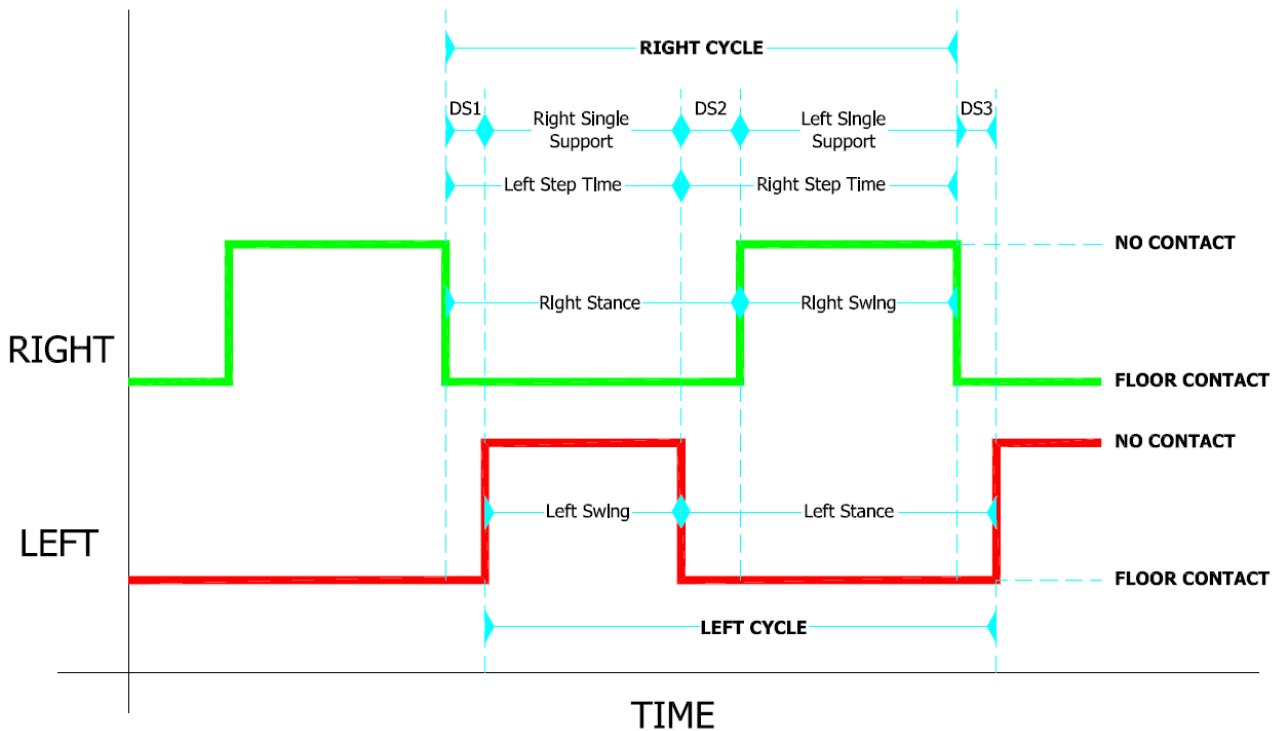

Abb. 105 – Bezeichnungen der Gait Analysis
Jeder Gait Cycle besteht aus zwei Zeitabschnitten – **Double Support** -, in denen beide Füße den Boden berühren: die erste Double Support-Phase (DS1 in Abb. 105 – Bezeichnungen der Gait Analysis
- **Total Double Sup [s | %]**: Dies ist die Summe der zwei in DS1 und DS2 in der Abb. 105 – Bezeichnungen der Gait Analysis
- **Load Response.[s | %]**: Ist die erste Zeit des Double Support (DS1 in Abb. 105)
- **Pre Swing [s | %]**: Ist die zweite Zeit des Double Support (DS2 in Abb. 105)